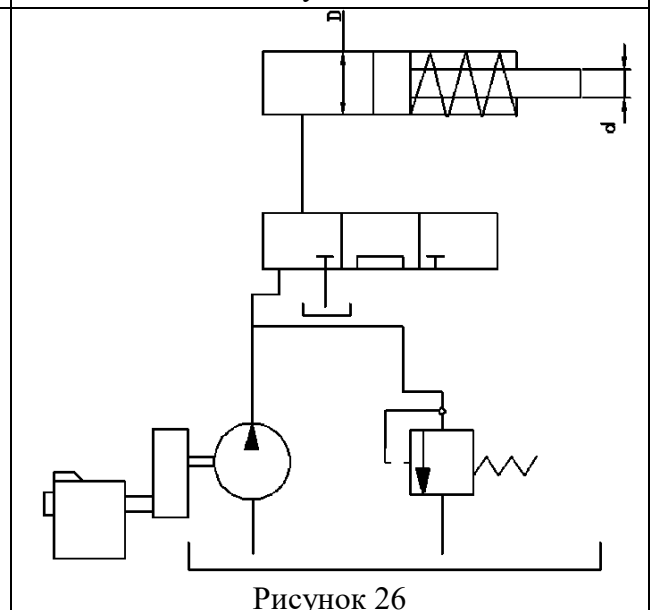

Рисунок 26
30. Ротор пластинчатого насоса получает вращение от асинхронного двигателя через клиноременную передачу (рис. 26), диаметры шкивов  $d_0 = 100$  мм и  $d = 160$  мм, частота вращения вала электродвигателя  $n_d =$  , рабочий объем насоса  $q = 16$  см3, давление на выходе из насоса  $P = 10$  МПа, объемный КПД  $\eta_{об} = 0,95$ . Принять коэффициент проскальзывания клиноременной передачи  $i = 0,98$ ; общий КПД насоса  $\eta_n = 0,8$ ; КПД клиноременной передачи  $\eta_p = 0,95$  и КПД электродвигателя  $\eta_e = 0,87$ . Определить мощность, потребляемую электродвигателем.